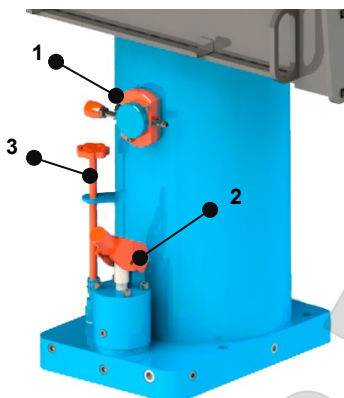
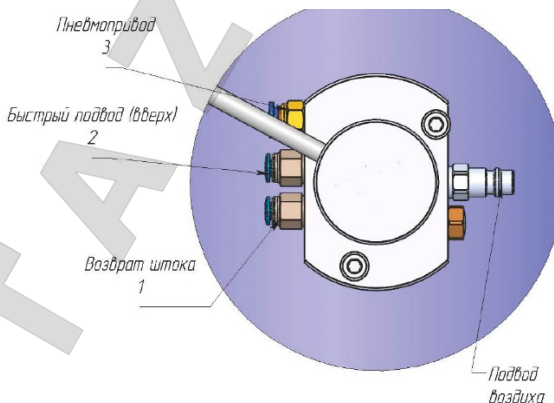

Рис.1
Рис.2
5.1 Присоедините пневмошланг линии сжатого воздуха к штуцеру пневмораспределителя (Рис.1 поз. 1, Рис.2 «Подвод воздуха»). Рабочее давление линии сж. воздуха 6-10 бар.
5.2 С помощью пневматического распределителя подводим шток подъемника до точки подъема (Рис.2).
5.3 При помощи ручного насоса (Рис.1 поз. 2) осуществляем подъем транспортного средства или иного груза. Подъем может осуществляться также при помощи пневмогидравлического насоса (опция) при его наличии.
5.4 После осуществления работ при помощи пневмораспределителя опускаем шток принудительно до исходного состояния, предварительно открыв спускной клапан (Рис.1 поз. 3).